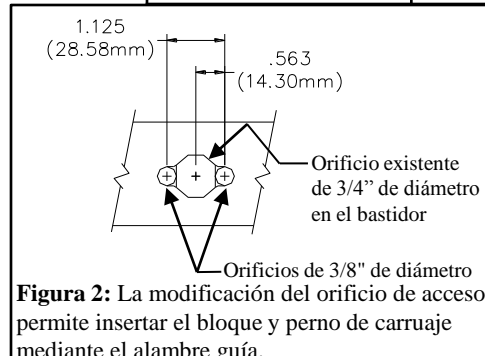

Figura 2: La modificación del orificio de acceso permite insertar el bloque y perno de carruaje mediante el alambre guía.
- Retire (3) tapones de plástico de los orificios existentes en cada larguero del bastidor y deseche.
- Use una perforación de 3/8" y lije para modificar el orificio central en cada larguero del bastidor, como se muestra en la Figura 2, para permitir la inserción de los espaciadores y los pernos de carruaje con el alambre.